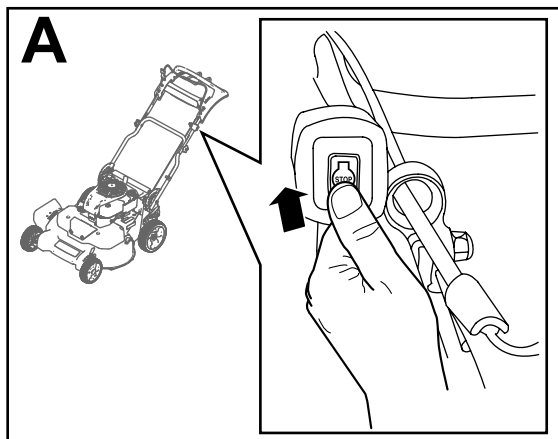

Figura 18
1. Portate la chiave di accensione sulla posizione SPEGNIMENTO (riquadro A della Figura 18).
2. Quando il motore si spegne, prima di lasciare la macchina incustodita, togliete la chiave di accensione e portatela con voi (riquadro B della Figura 18).